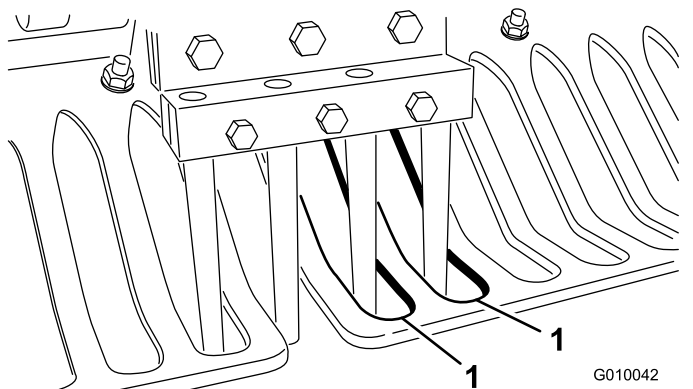

Figura 26
7. Compruebe que los taladros están centrados respecto a las ranuras de los protectores de césped (Figura 26). Ajuste los protectores de césped según sea necesario y apriete las tuercas.